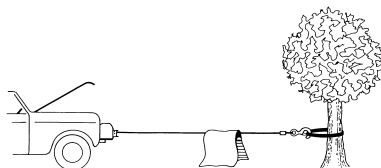

Figura 5
- Es una buena idea poner una frazada pesada o abrigo sobre el cable de alambre cerca del extremo del gancho al tirar de cargas pesadas (Figura 5). Si falla el cable de alambre, la tela actuará como atenuador y evitará que el cable de alambre latiguee. Levante la capota del motor del vehículo para aumentar la protección.